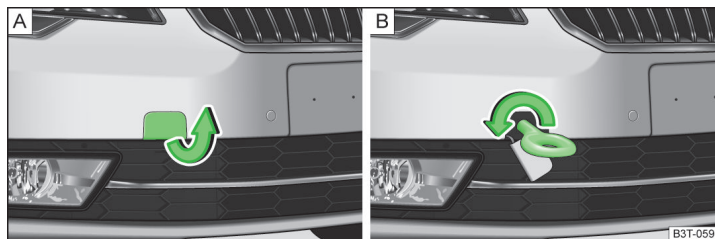

Fig. 188 Démontage du capuchon/montage de l'œillet de remorquage
- Retirez le capuchon du pare-chocs avant » fig. 188 - A.
- Vissez l'œillet de remorquage vers la gauche jusqu'en butée » fig. 188 - B et serrez celui-ci aussi fermement que possible. Pour le serrage, nous recommandons d'utiliser par ex. la clé démonte-roue, l'œillet de remorquage d'un autre véhicule ou un objet analogue pouvant passer au travers de l'œillet.